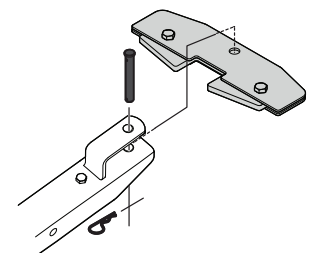

Figura 30
6. Inserte el pasador y fije con broche de lazo como se ilustra en la Figura 30.